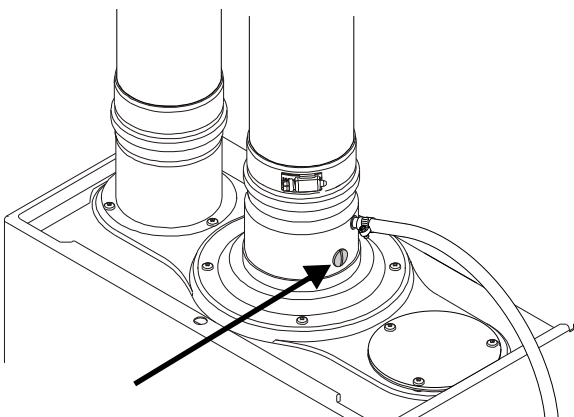

Fig. 42
- ▶ Placez l'interrupteur marche-arrêt à la position d'arrêt (O).
- ▶ Enlevez la vis de laiton à tête plate se trouvant sur la bague du conduit d'évacuation, comme l'illustre la Fig. 42.